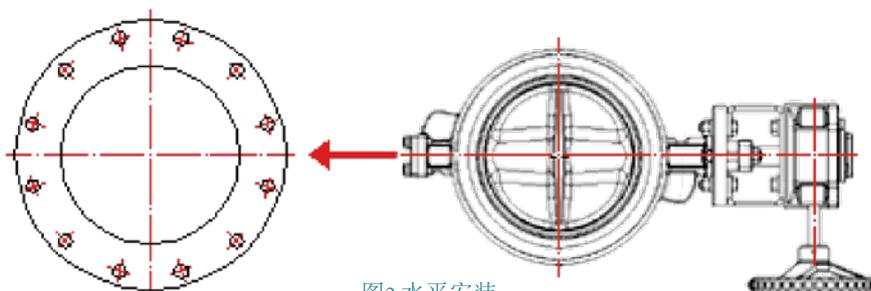

图2 水平安装
4.4 请水平安装阀杆（图2），这样可以防止沙子和一些碎屑聚集在阀门，从而对底部衬套和阀座周围造成损坏。